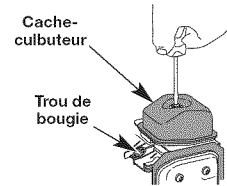

Fig. 33
5. Nettoyez toute saleté autour du cache-culbuteur. Retirez la vis retenant le cache-culbuteur à l'aide d'un tournevis à lame plate large ou à mèche no. T-25 Torx® (Fig. 33). Enlevez le cache-culbuteur et le joint.
- Le piston est au sommet de sa course lorsqu'on regarde par le trou de la bougie (Fig. 33)